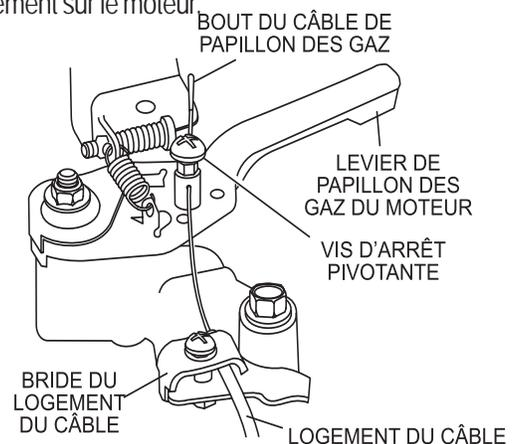
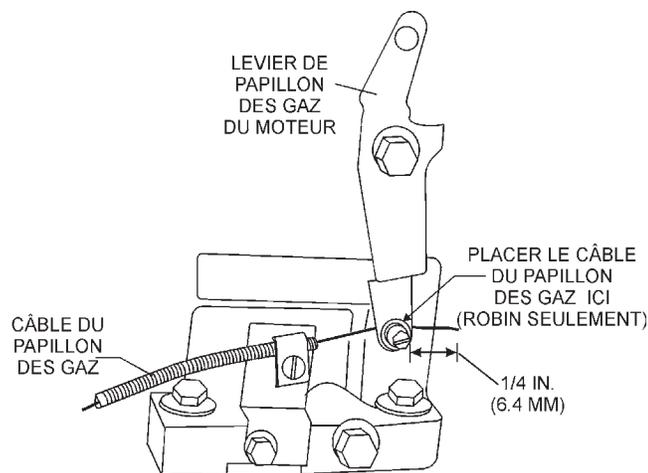

Figure 8. Raccordement du câble de papillon des gaz (HONDA)
Figure 9. Raccordement du câble de papillon des gaz (ROBIN)
3. Raccordez le câble du papillon des gaz au moteur. (Figure 8), **Honda** et (Figure 9), **Robin**. Il devrait y avoir un morceau de câble installé sur la truelle pour montrer où il faut acheminer le le câble du papillon des gaz. Lorsque vous raccordez le logement du câble, assurez-vous que pas plus de **1/4 po. (6,4 mm)** du logement du câble ne dépasse à l'extérieur du serre-câble du logement sur le moteur.